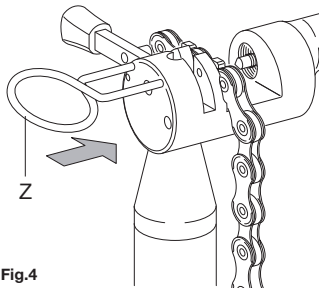

Fig.4
- bloquez le maillon à l'aide du dispositif de blocage approprié (Z) (**Fig. 4**);